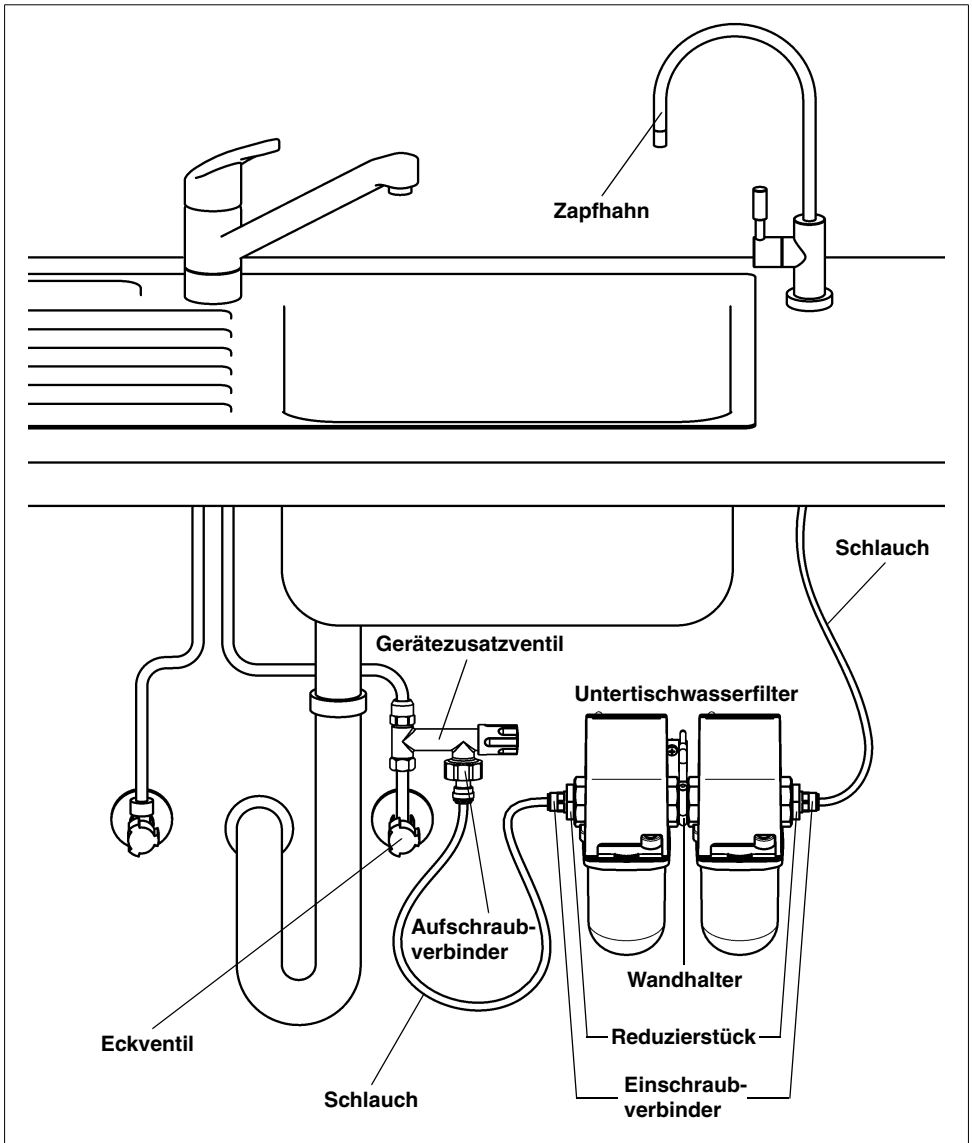

Abb. 8: Installation
- Wasserzufuhr am Eckventil schließen (siehe Abb. 8).